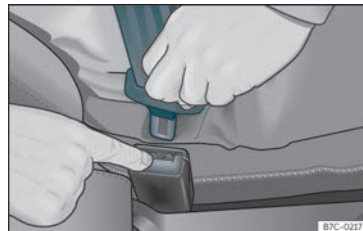

Fig. 9 Soltar a lingueta do fecho do cinto.
- Pressione o botão vermelho do fecho »» **Fig. 9.** A lingueta saltará do fecho.